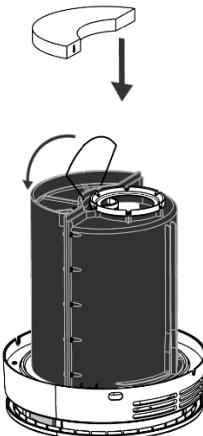

Abbildung 34 - Einen neuen äußeren Filter in das Lüftungsgerät einsetzen
- Die innere Abdeckung wieder aufsetzen und das Lüftungsgerät auf die Abdeckung stellen. Einen neuen äußeren Filter einsetzen. Dabei muss die glatte Seite des Filters zum Lüftungsgerät zeigen, siehe Abbildung 34.